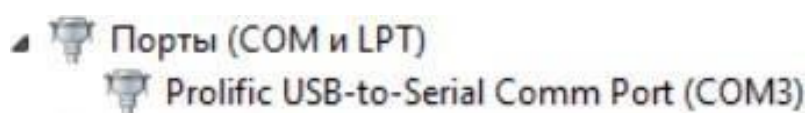

Рисунок 2.3. Определение COM-порта в диспетчере устройств
6. Определить номер COM-порта (или виртуального COM-порта), к которому подключен кабель **KC14** (см. «Диспетчер устройств» Windows) (рисунок 2.3).
10. Необходимо изменить номер COM-порта на номер, определенный ранее в «Диспетчере устройств» Windows (рисунок 2.3), и затем сохранить изменения в файле (рисунок 2.5).